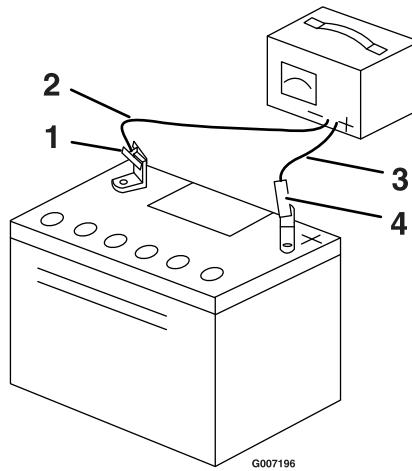

Figura 39
4. Quando le batterie sono completamente cariche, staccate il caricabatterie dalla presa elettrica e scollegate i cavi di ricarica dai poli delle batterie (Figura 39).